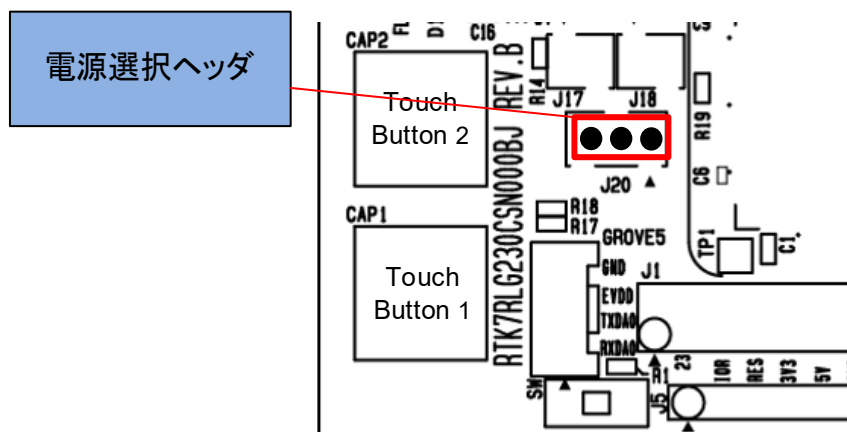

図 8-12: エミュレータ/外部電源使用時のヘッダ設定(部品面)
- ・ J20 オープン：エミュレータ/外部電源供給を選択。(図 8-12)